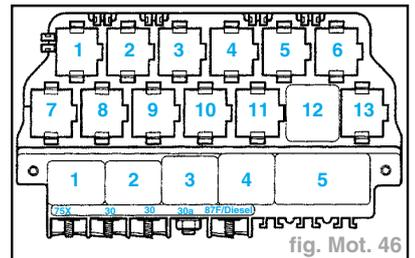

fig. Mot. 46
- Valeur consignée : le relais du système d'injection directe diesel (porte-relais complémentaire, alvéole **12**) doit s'exciter (fig. Mot. 46).